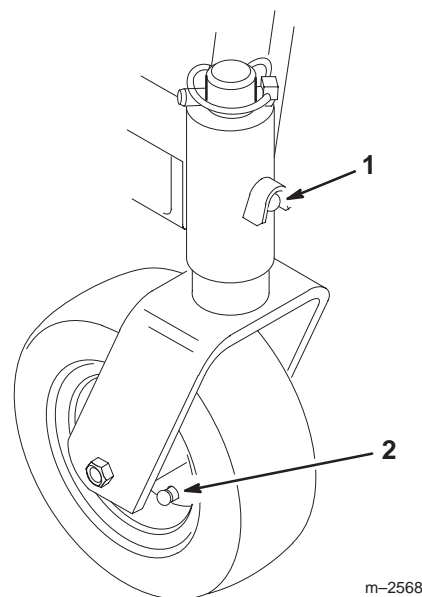

Bild 24
2. Fetten Sie die Schmiernippel des Halterohrs des Chassis und an den Laufrädern ein (Bild 24).